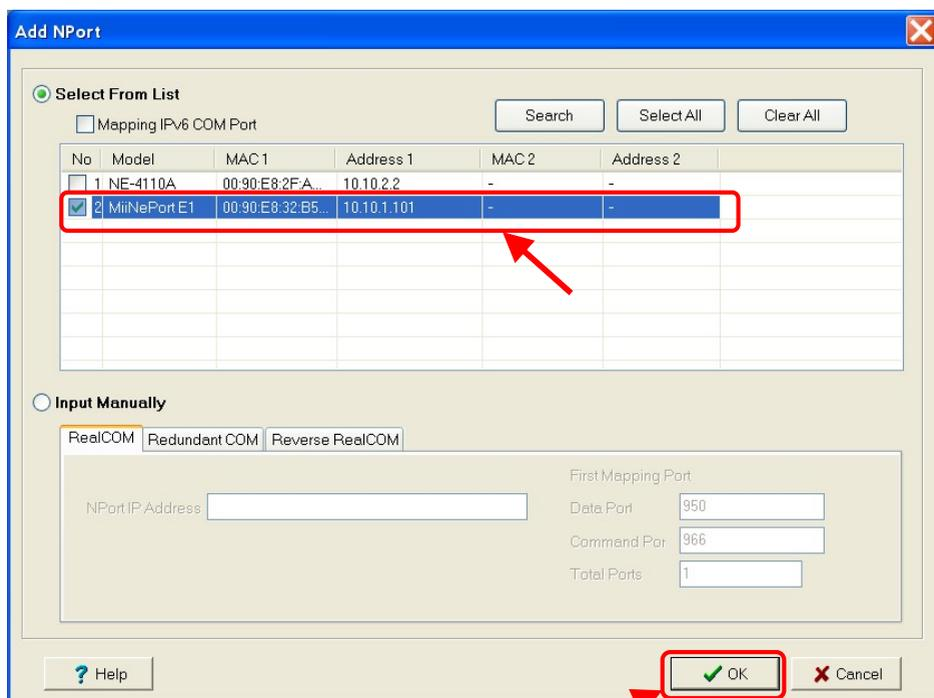

Рис. 17.4. Список найденных устройств.
17.8. Выберите нужное Вам устройство (см. Рис. 17.4) и нажмите на кнопку «ОК».